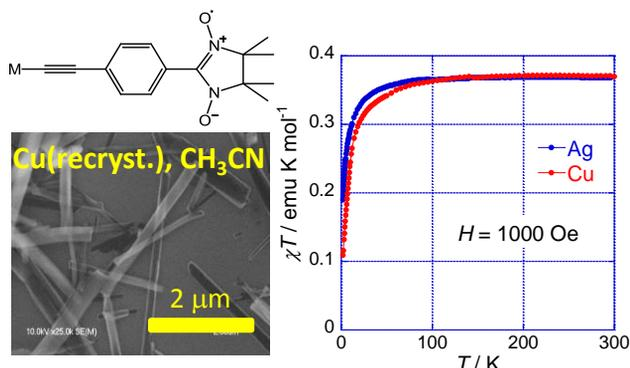

図1 磁性有機化合物の銅アセチリドによるナノワイヤーと磁化率
- エチニル基を導入した有機磁性分子の銅(I)錯体を合成し、再結晶化することで、磁性を有するナノワイヤー(図1)を作製しました。ナノワイヤー状でも磁性を維持していることが明らかになりました。また、銀(I)錯体の場合は、ナノ粒子も一部副生しました。